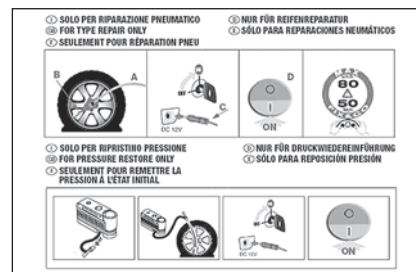

fig. 8
- dépliant informatif (voir **fig. 8**), employé pour une utilisation correcte et rapide du kit de réparation rapide et livré ensuite au personnel qui devra manier le pneu traité;